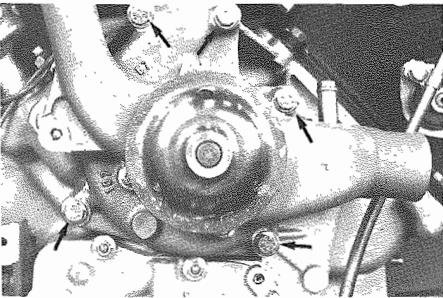

Fig. 24 - Viti fissaggio pompa acqua
- Smontare la pompa acqua allentando le viti di **Fig. 24**; estrarre l'anello di tenuta fra corpo pompa e basamento.
- Remove water pump by loosening screws of **Fig. 24**; withdraw seal ring between pump body and crankcase.